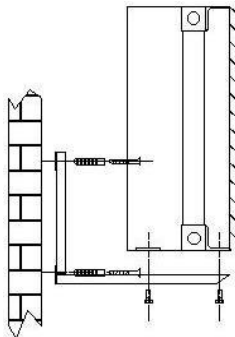

Рис. 4 - Крепление фанкойлов
7.3. Фанкойлы крепятся к стене вертикально при помощи кронштейна, входящего в комплект поставки (рис.4).